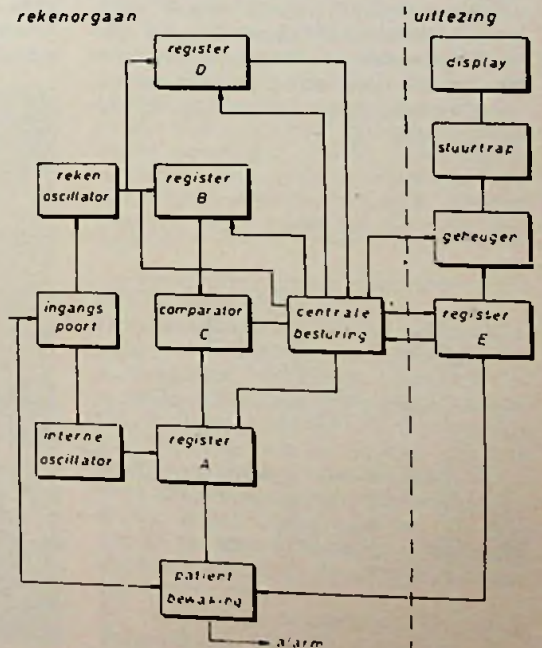

Fig. 9. Blokschema van het rekenorgaan.
Hartimpulsen worden aan het rekenorgaan toegevoerd. Deze impulsen worden gevormd door het ingangscircuit, (zie deel 2). Bij de eerste hartimpuls start het inschrijven van het deelerregister A door de intervaloscillator ($= 10^4/6$ Hz), (fig. 9). Het inschrijven gebeurt bij de tweede hartimpuls. Nu wordt het hulpdeelerregister B, evenals de deeltaregister D, ingeschreven door de rekenoscillator ($f = 1,25$ MHz). De reg. B nu dezelfde inhoud bereikt als reg. A, dan geeft de comparator C een impuls af aan de centrale besturing (CB). De CB geeft deze impuls door aan het quotiëntregister E en reset tens reg. B; reg. D wordt niet gereset. Reg. B wordt direct na het resetten opnieuw ingeschreven door de rekenoscillator en reg. D wordt weer verder ingeschreven. Bij gelijkheid van de reg. A en B geeft de comparator C weer een impuls af aan de CB, die deze weer in reg. E inschrijft, reg. B reset en reg. D weer niet reset. Reg. B wordt opnieuw ingeschreven, enz.